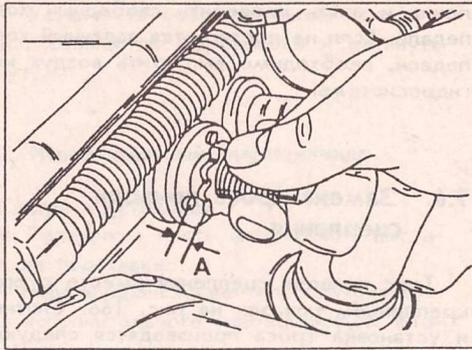

Рис. 164. Регулировка троса привода сцепления. Установить заданное значение размера "А".
- Вытянуть оболочку троса из двигателя троса и проверить, есть ли свободный ход в диапазоне 0–1 мм. Свободный ход замеряется, как показано на рис. 164.
- Если свободного хода нет, то регулируется колесико, показанное на рис. 164 до получения заданной величины свободного хода педали.
- Отвернуть с внутренней стороны двигателя отсека регулировочное колесико (смотри рис. 164).